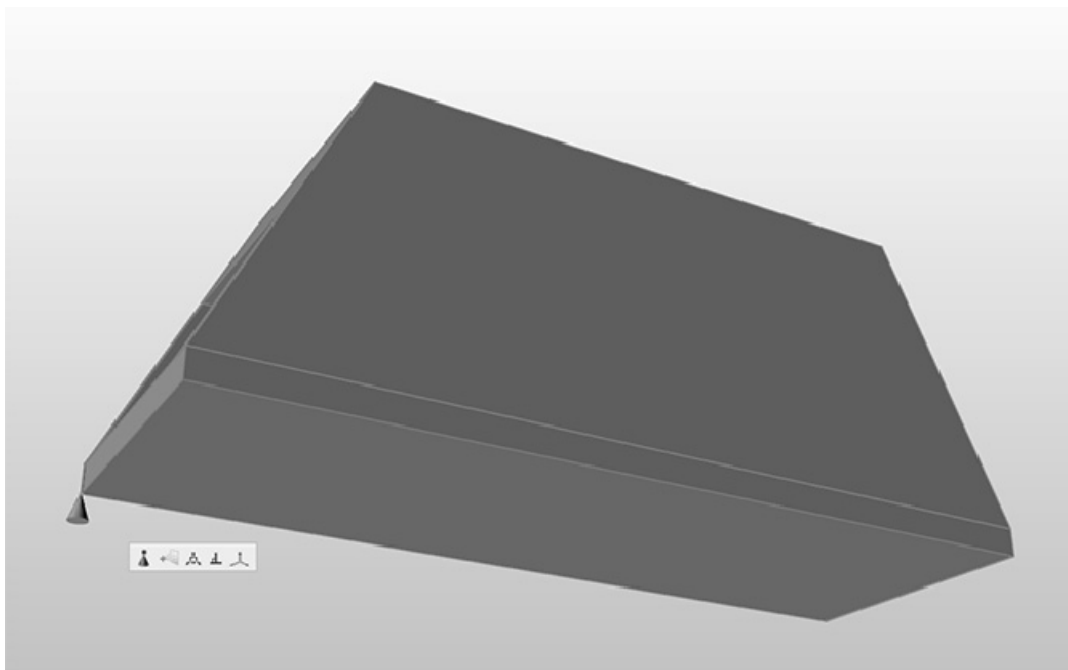

图 4-32
- 4) 单击该角施加一个固定约束，该约束即显示为一个小圆锥图案，如图 4-32 所示。